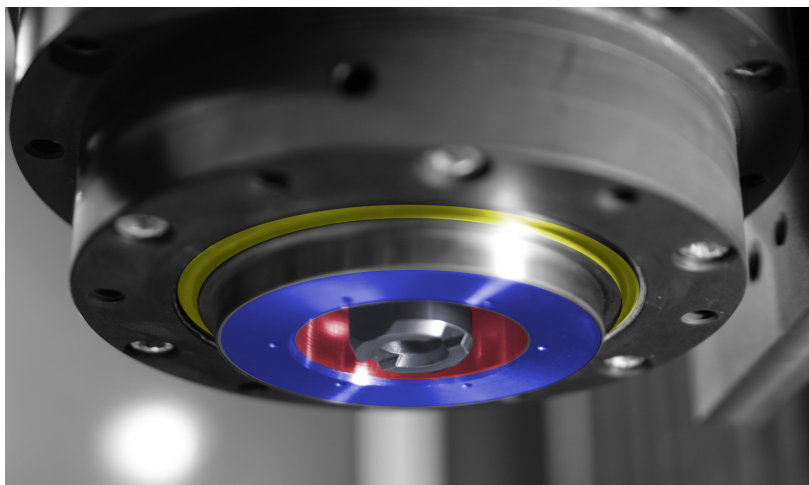

Abbildung 2: Spindelnase von unten: Spindeldichtung mit Luftaustritt (gelb),
- auf gleichmäßigen Luftaustritt ringsum an der Spindeldichtung prüfen (Abb. 2, gelb)
- Kegel- und Planfläche der HSK-Aufnahme an der Spindel mit Papiertuch säubern (Abb. 2, blau und rot)